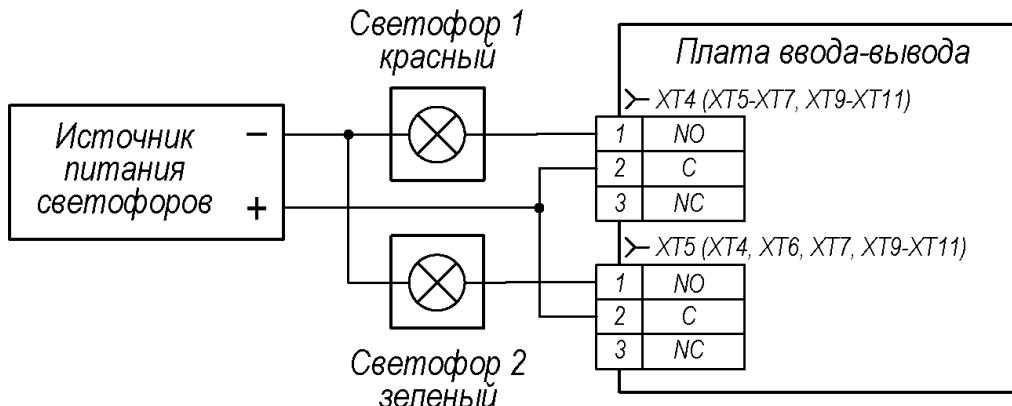

Рисунок 10. Пример схемы подключения светофоров в стандартном режиме
Светофоры подключаются к плате ввода-вывода (27) согласно схемам, представленным на рис. 10, 11. Для питания светофоров необходимо использовать отдельный блок питания.